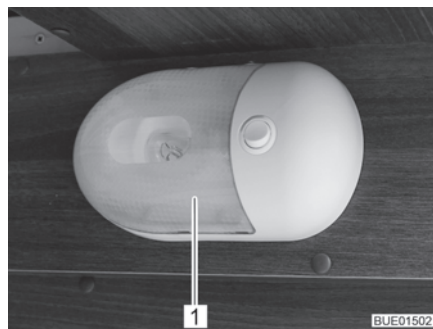

Fig. 193 Lámpara de montaje en superficie
- Comprimir la cubierta transparente (Fig. 193,1) con precaución de ambos lados, retirarla ligeramente del interruptor y quitarla hacia delante.